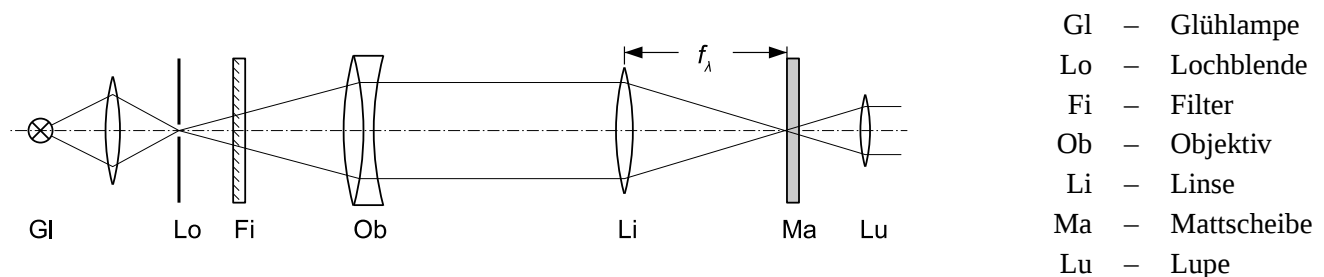

Abbildung 1: Aufbau zur Ausmessung der chromatischen Aberration einer Linse
- Bilden Sie die Wendel einer Glühlampe über eine kurzbrennweitige Linse auf eine Lochblende ab und bringen Sie diese in den Brennpunkt eines gut korrigierten Objektivs (Abb. 1). Das aus dem Objektiv austretende Lichtbündel muss möglichst parallel zur optischen Bank ausgerichtet sein und auf der mehrere Meter entfernten Wand seinen Durchmesser beibehalten!
1. Bauen Sie den Versuch gemäß Abbildung 1 auf. Stellen Sie nacheinander die drei zur Verfügung stehenden Farbfiltren in den Strahlengang und ermitteln sie für jeden die Brennweite f_λ . Suchen Sie hierzu mit Hilfe einer Mattscheibe und einer Lupe den Brennpunkt auf. Schätzen Sie den Fehler Δf_λ ab.